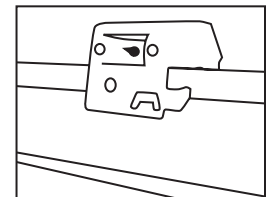
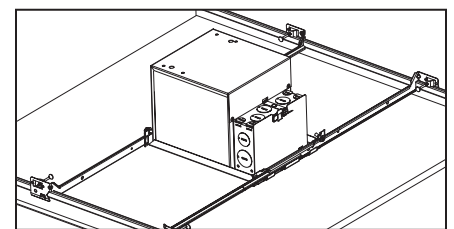

Figura 7
Figura 6
**Paso 3.** Ponga el accesorio en su posición y presione la barra colgante con la muesca para Barras-T integrada en las Barras-T (Figura 6). Se proporcionan agujeros adicionales para asegurar con alambre o con tornillos si se desea (Figura 7).